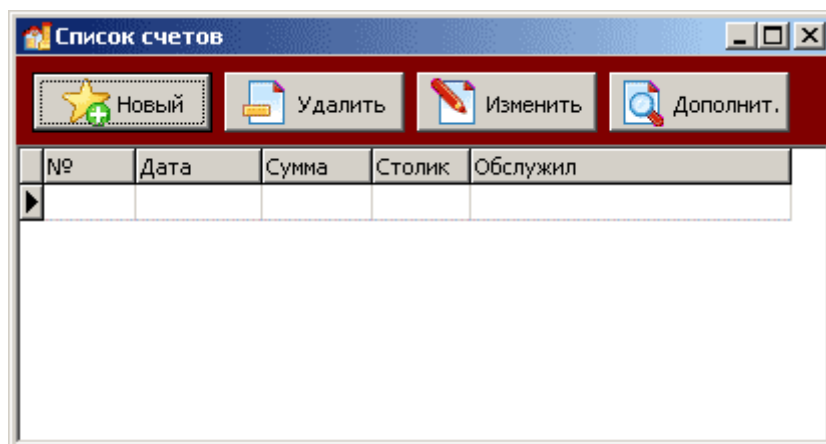
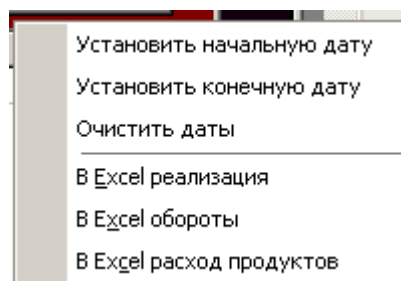

Рисунок 18. Список счетов
Рисунок 21. Меню списка счетов
Для учёта реализации продукции в программе предусмотрена система хранения счетов. Для вызова списка счетов необходимо нажать кнопку «Счета» (8), отобразится окно изображенное на рис. 18.
При нажатии на кнопку рис. 18, отобразится меню изображенное на рис. 21.